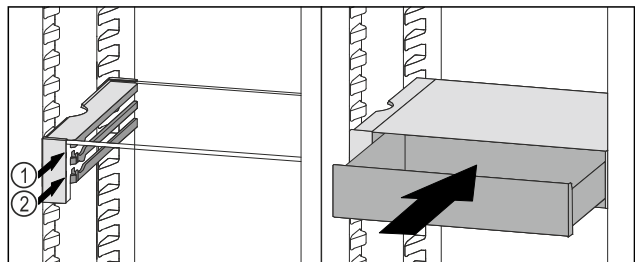

Fig. 105
- ▶ Posizionare il cassetto VarioSafe dietro i tappi sulla nervatura desiderata *Fig. 105 (1)* o *Fig. 105 (2)*.